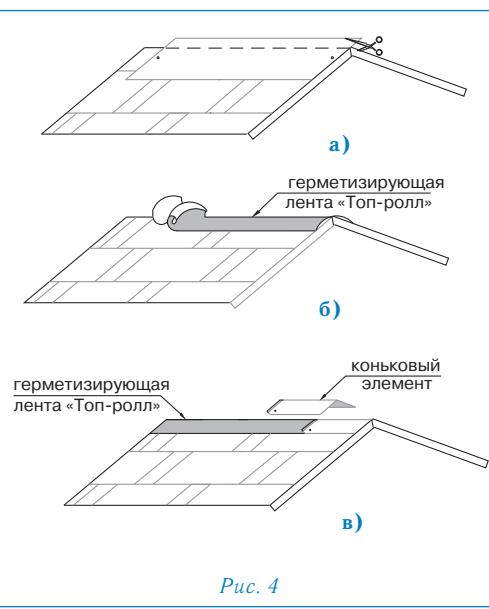

Рис. 4
### Конек (рис. 4)
- Верхний ряд черепицы ПРЕСТИЖ КОМПАКТ МИНИ ЦИНК-ТИТАН доводится до линии конька (ребра), выступающие части листов обрезаются (рис. 4а);
- линии коньков и ребер герметизируются специальной самоклеящейся лентой «Топ-ролл» (рис. 4б);
- далее устанавливаются внахлест специальные коньковые элементы (направление укладки по преимущественному направлению ветра). Каждый коньковый элемент плотно прижимается к основанию кровли и фиксируется двумя гвоздями из нержавеющей стали длиной 35 мм, которые перекрываются следующим коньковым элементом (рис. 4в).